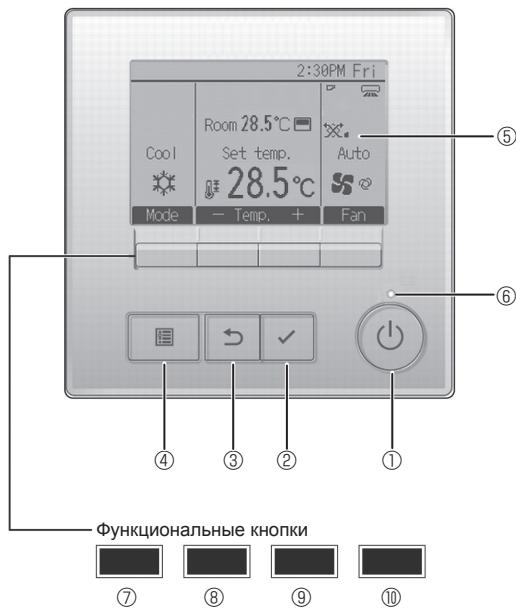

Fig. 6-2
6.3.1. Использование проводного пульта дистанционного управления (Fig. 6-2)
① Кнопка [ВКЛ/ВЫКЛ]